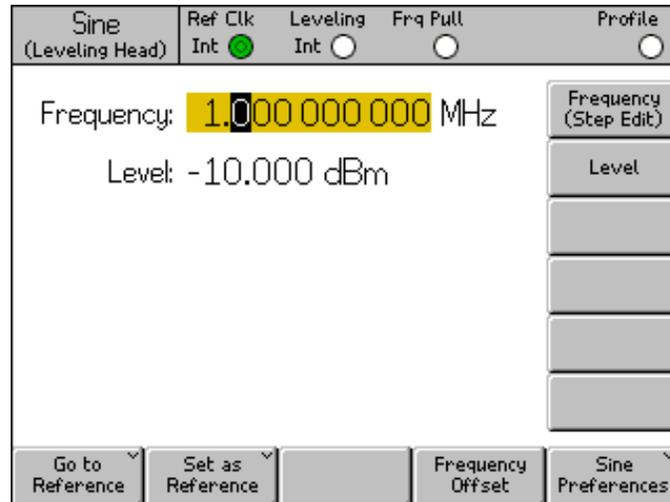

Figura 3-5. Tela Leveled Sine
Pressione uma das teclas de função principais no painel frontal, **SINE**, **MOD**, **SWEEP**, para mostrar a tela principal no visor (consulte a tela Leveled Sine abaixo). Os campos de dados editáveis ocupam a parte central da tela; a barra de status fica na parte superior da tela. As etiquetas ficam à direita e na parte inferior da tela. Veja a Figura 3-5.
1. Vá até a tela apropriada, por exemplo, a tela Leveled Sine (Senoidal nivelado) mostrada na Figura 3-5.
Quando selecionado, o *foco* do campo é facilmente identificado pelo sombreamento de seus dados. Na Figura 3-5, por exemplo, o campo Frequency (Frequência) tem o *foco*, e o modo de edição é Cursor, conforme identificado pelo cursor (marcador) preto que pode se mover de um dígito para outro (da esquerda para a direita, $\leftarrow \rightarrow$). Neste caso, o usuário pode facilmente fazer pequenas edições no dígito selecionado usando o botão giratório ou as teclas para cima/para baixo ($\uparrow \downarrow$). Se vários caracteres no campo precisam ser alterados, sugere-se usar o teclado alfanumérico para editar o campo.